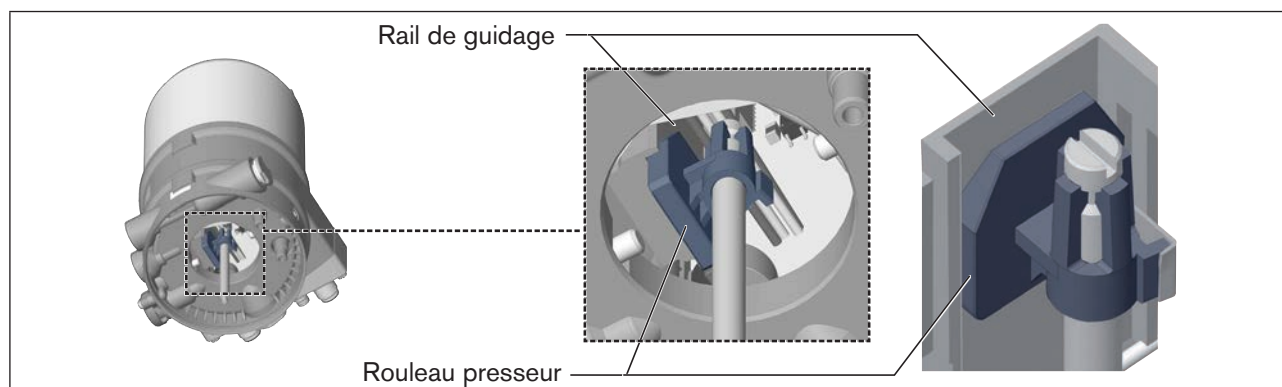

Figure 19 : Alignement du rouleau presseur
- Placer le type 8692/8693 sur l'actionneur. Aligner à cet effet le rouleau presseur de l'actionneur par rapport au rail de guidage du type 8692/8693 (voir « Figure 19 »).